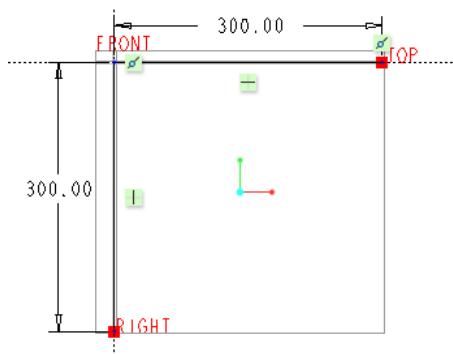
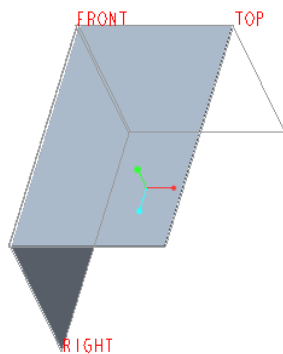

图 5-80 绘制图形
图 5-81 创建拉伸壁
(1) 单击  (拉伸) 按钮,打开“拉伸”选项卡。
(2) 选择 FRONT 基准平面定义草绘平面,以快速进入草绘器。
(3) 绘制图 5-80 所示的剖面,单击  (确定) 按钮。
(4) 在“拉伸”选项卡上输入壁的厚度值为“2.5”,输入拉伸深度值为“500”。
(5) 在“拉伸”选项卡上打开“选项”面板,在“钣金件选项”选项组勾选“在锐边上添加折弯”复选框,并在“半径”框中选择“厚度”选项,设置标注折弯的方式选项为“内侧”。
(6) 单击“拉伸”选项卡上的  (完成) 按钮,完成的拉伸壁作为第一壁,如图 5-81 所示。